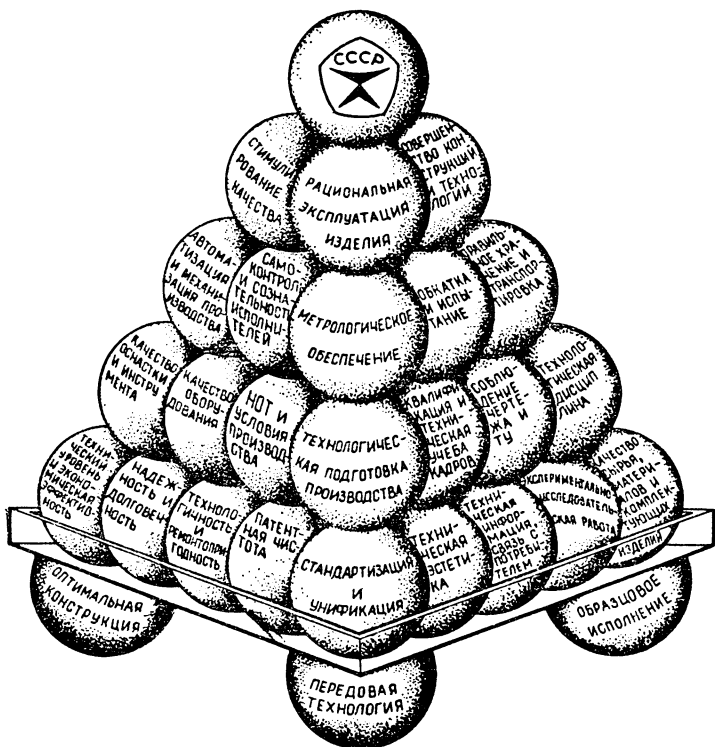

Рис. 23. Пирамида качества
**72. Государственный Знак качества.** На автомашинах и самолетах, станках и электродвигателях, часах и многих других изделиях можно видеть оригинальный рисунок, окаймленный пятиконечником, — государственный Знак качества СССР, который присваивается при аттестации готовой продукции высшего качества. Первой этого почетного знака была удостоена продукция Московского электромеханического завода им. Владимира Ильича 22 апреля 1970 года — в день 100-летия со дня рождения В. И. Ленина. В изображении государственного Знака качества (рис. 23, вверху) заложена идея «качества», выраженная буквой «К» (повернута на 90°) и уравновешенными весами на острой вершине измеряющего циркуля, символизирующего мысль: от соизмерения — к установлению соответствия.
На рис. 23 приведена наглядная модель в виде «пирамиды качества», в которой указаны основные предпосылки и составляющие качества изделия, а на ее вершине, как уже указывалось, изображен государственный Знак качества. Достаточно изъять хотя бы один из элементов «пирамиды», и право на Знак качества, который не только почетен, но и дает определенные преимущества (например, повышение оптовой цены на продукцию), будет потеряно. Примечательно, что среди трех опор «пирамиды» две связаны с технологией — это «Передовая технология» и «Образцовое исполнение». Что касается «Оптимальной конструкции», следует сказать, что эта предпосылка настолько важна, что во многих отрас-